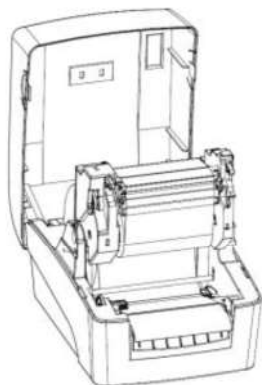

图 2.3.2
- 4) 拨动碳带拨轮，使碳带绷紧（安装好的纸卷和碳带如图 2.3.2）；